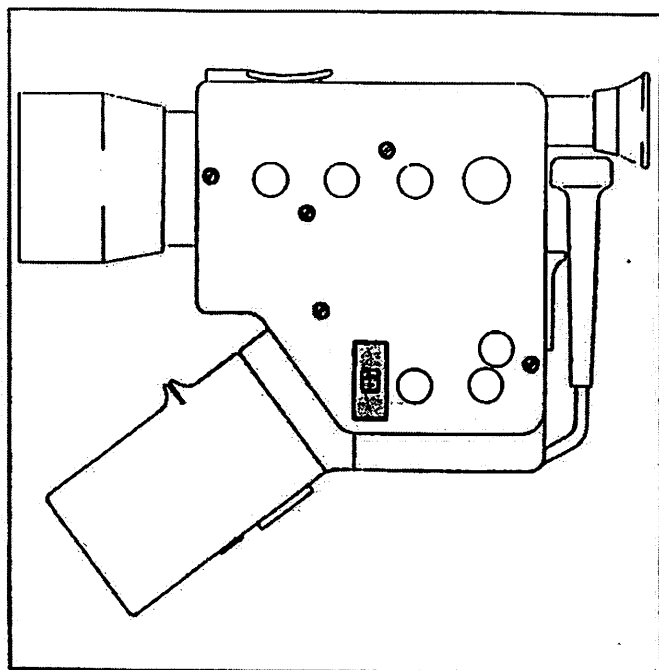

Abb.2
- Fünf Schrauben lösen und Hauptleiterplatte abnehmen (Abb. 2)